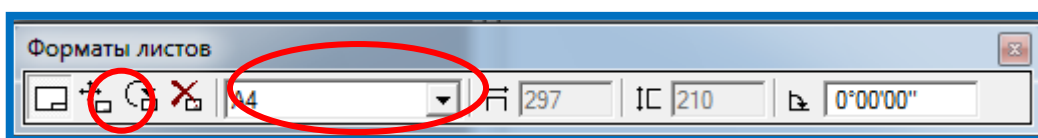
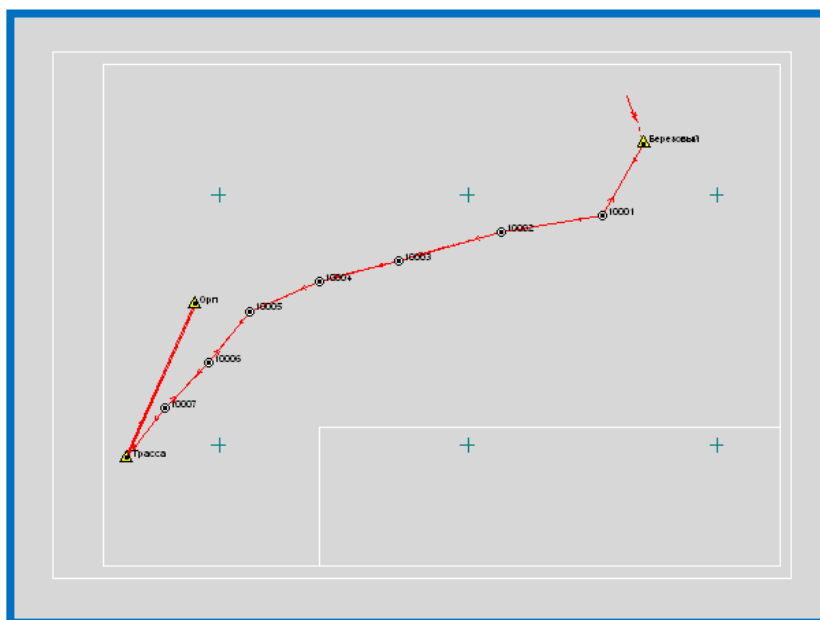

Рисунок 35 – Создание формата листа схемы
Рисунок 36 – Подбор формата листа схемы в Графическом окне
1. Подбираем формат будущего листа, позволяющего поместить схему теодолитного хода. В меню **Чертежи** выбираем команду **Форматы листов – Создать формат**. Эта команда отобразится на панели инструментов (Рис.35).
2. Щелкаем ЛКМ примерно в середине схемы теодолитного хода в графическом окне и анализируем, подходит ли назначенный по умолчанию формат листа – А4 (Рис.36). Если не подходит, меняем формат на нужный, путем подбора размера бумаги (Рис.35).